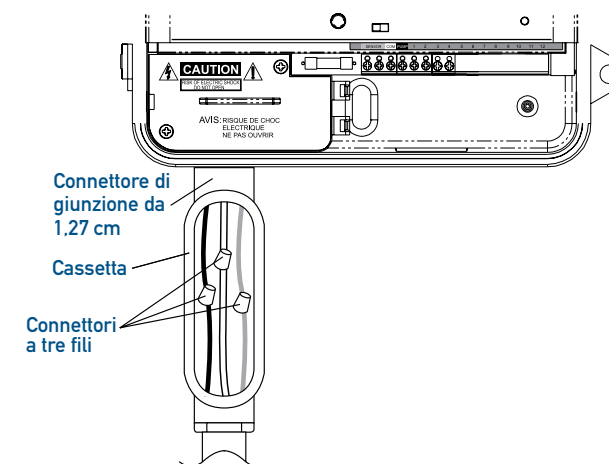

Figura 15: Uso di una cassetta di giunzione
- Collegare la cassetta di giunzione ed il connettore da 13 mm al timer (cassetta di giunzione e connettore non inclusi). [vedi Figura 15]